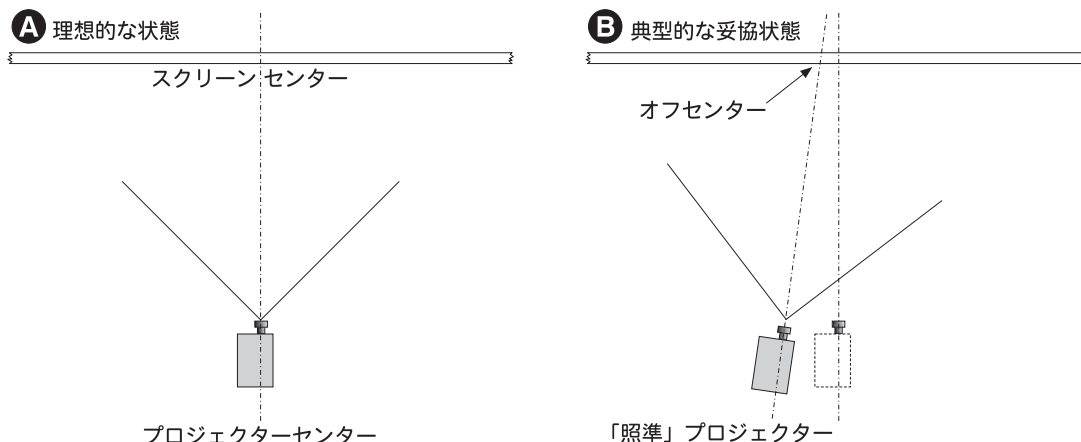

図 2-1 プロジェクターの位置
2. 適切な投影距離 (プロジェクターからスクリーンまでの距離) および垂直位置でプロジェクターを配置します。可能であれば、プロジェクターを映画館のスクリーンの中央に合わせます。他のフィルム プロジェクターとスペースを共有する場合は、図 2-1 に示すようにプロジェクターをセンターから少しずらして調整してください。これにより側部でのキーストーンは増加しますが、必要とされる垂直方向のレンズオフセットは最小化されます。